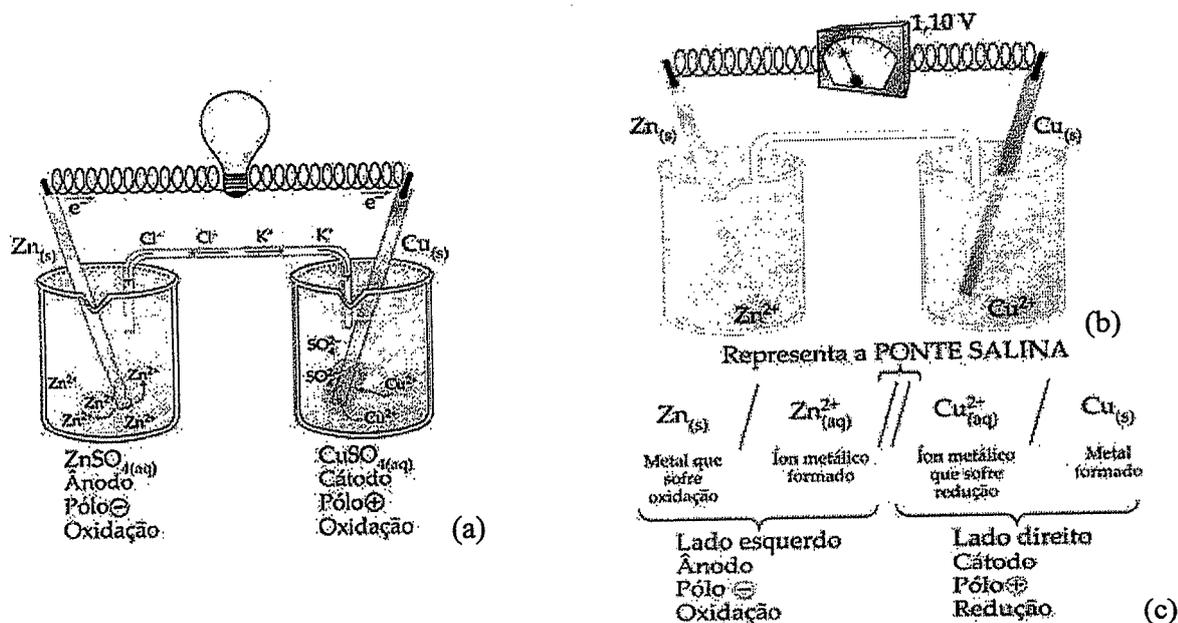

Figura 27.1. (a) Montagem da pilha de Daniel; (b) medição da diferença do potencial; (c) representação do diagrama da pilha.
- Colocar em béquer cerca de 25 mL de solução de sulfato de cobre (II) e num outro 25 mL de solução de sulfato de zinco.
- Montar o sistema conforme Figura 27.1.